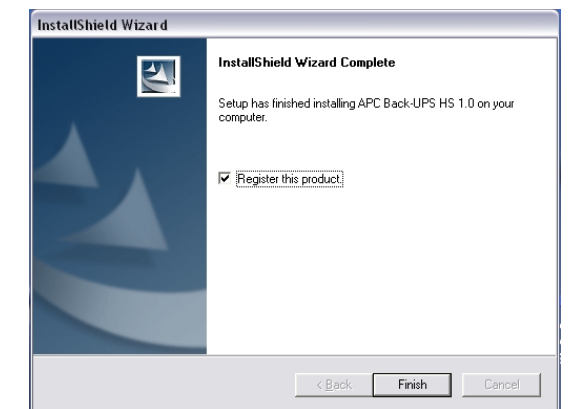

Figur 4. Choose Destination Location-ruta
5. Programmet visar **Choose Destination Location-ruta** (Figur 4). Välj **Browse** (Bläddra) för att hitta platsen, klicka **Next** för att acceptera av systemet vald plats, systemet visar sedan skärmen **Setup Status-ruta** (Figur 5). Klicka på **Cancel** för att stoppa installationen.